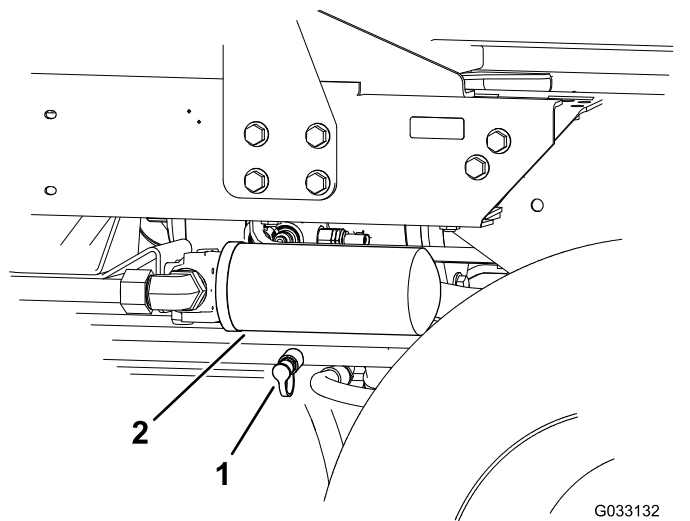

図 76
2. 後部走行マニホルドに取り付けた故障診断用フィッティングと後退走行油圧テストポートとを油圧ホースでつなぐ 図 76。